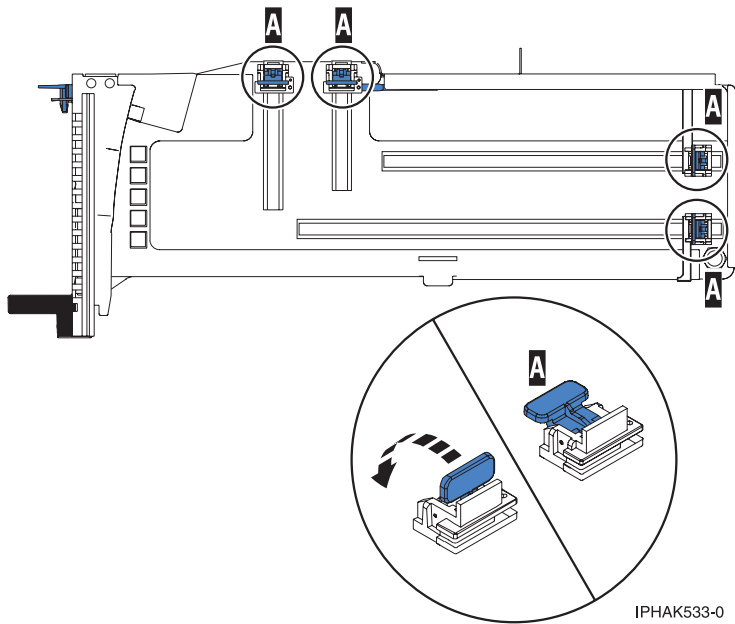

Figure 26. Crochets de retenue
- b. Vérifiez que tous les crochets de retenue de carte (A) sont repoussés vers les bords de la cassette pour permettre l'installation de la carte. Pour plus d'informations, voir la figure 26, à la page 33.